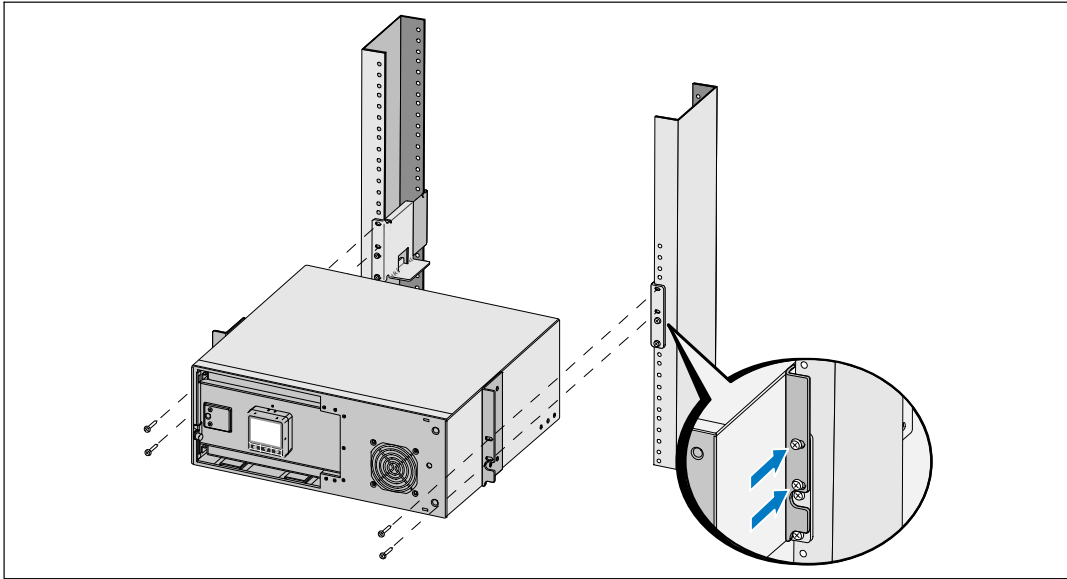

Figura 12. Cómo instalar y asegurar el gabinete
- 6 Deslice el gabinete en el bastidor (consulte la Figura 12).